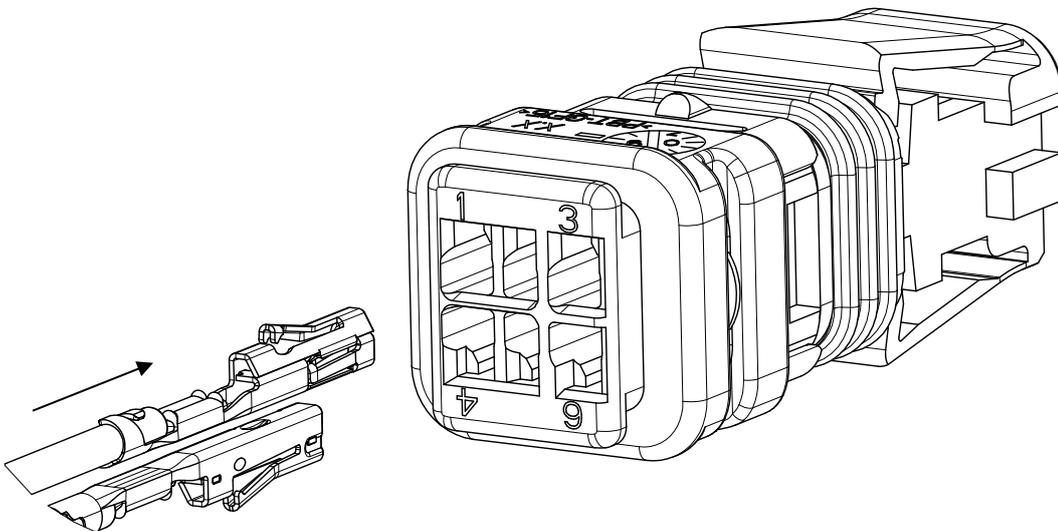

Fig.1
- *WATCH FOR THE CORRECT ORIENTATION OF THE CONTACTS AT ASSEMBLING. A HELPING INDICATOR IS THE CAVITY-NUMBERING AS SHOWN IN FIG:1.*
- Beim Bestücken ist auf die richtige Orientierung der Kontakte zu achten. Als Hilfe hierzu dient die Kammernummerierung, wie in Fig.1 dargestellt.